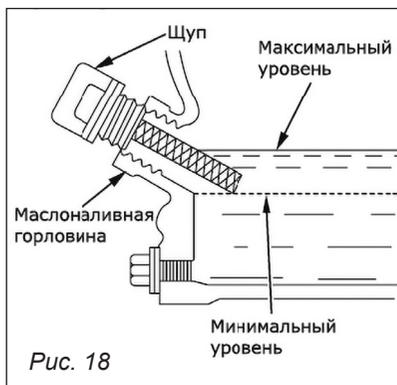

Рис. 18
2. Открутите крышку маслосливной горловины и протрите щуп тряпкой (рис. 18).
Также уровень масла можно проверить визуально, при открученной крышке уровень масла должен доходить до края заливной горловины (рис. 18).